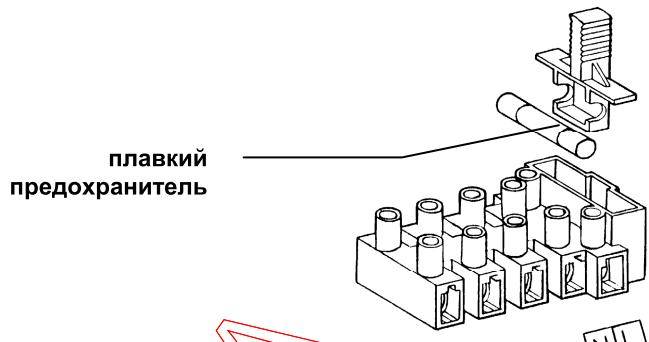

Рис. 7: Клеммная колодка электропитания
- В клеммной колодке имеется также плавкий предохранитель быстрого срабатывания на 2A (рис. 7).